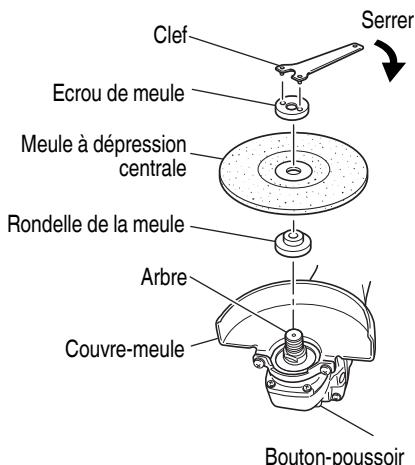

Fig. 9
- Tout en poussant sur la bouton-poussoir avec une main, verrouiller l'arbre en tournant doucement la meule à dépression centrale avec l'autre main. Serrer l'écrou de meule en utilisant la clé fournie comme montré sur la Fig. 9.